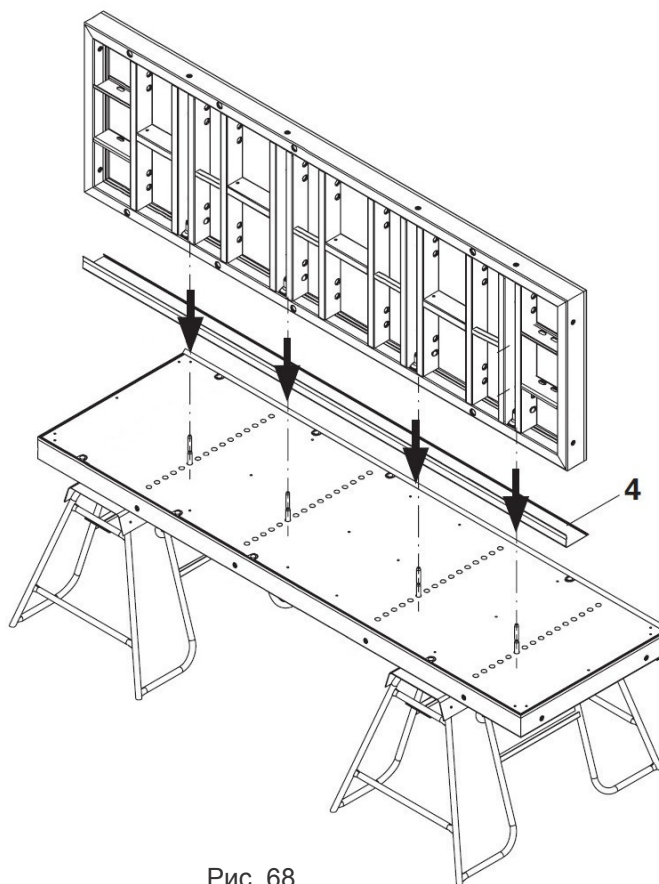

Рис. 68
1. Прикрепить фаскообразователь (4) на боковую сторону элемента.
2. Установить второй колонный элемент (1) на первый колонный элемент (1) (Рис. 68)